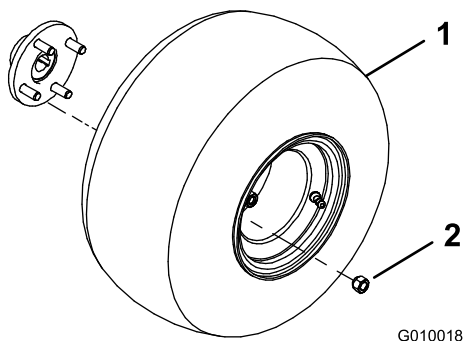

図 3
2. 後ホイール・ハブにホイール・アセンブリを取り付ける（図 3）。
3. ラグ・ナットを取り付けて（図 3）、61～75Nm（6.2～9.0kg.m）にトルク締めする。